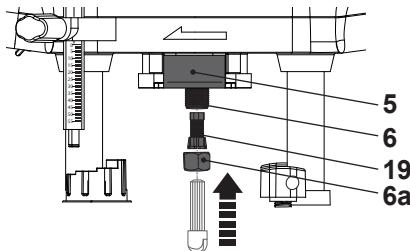

Fig. 4
- > Revise si las pinzas de sujeción (19) son adecuadas para el útil de fresado seleccionado. Si no, retire la tuerca de fijación (6 a) y las pinzas de sujeción (19) del portaútiles (6). Inserte unas pinzas de sujeción adecuadas (19) y vuelva a colocar la tuerca de fijación (6 a) (Fig. 4).
- > Inserte el útil de fresado en las pinzas de sujeción (19) hasta la marca "K" marcada en el vástago (si viene marcado), o si no, insértelo unos 20 mm dentro de las pinzas (19) (Fig. 4).